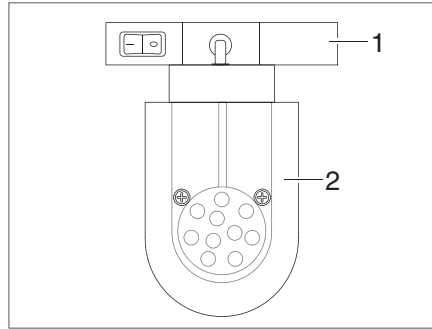

Fig. 59 Spot DEL (exemple)
- Saisir le support (Fig. 59,1) et le tourner de 90°.
- Retirer le spot DEL (Fig. 59,2) du système de rail.
- Placer le spot DEL (Fig. 59,2) à la position désirée dans le système de rail et le tourner de 90°.